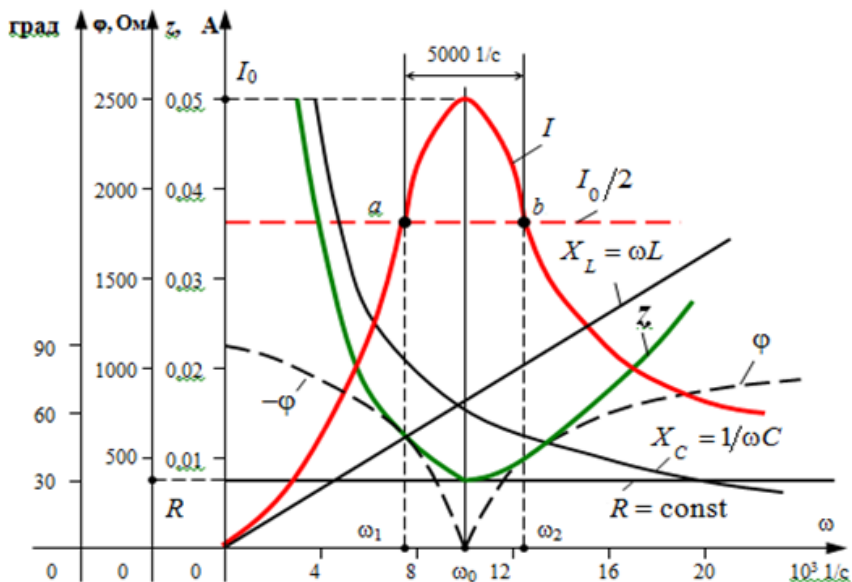

Рис.16. Частотные характеристики цепи с последовательным соединением RLC-элементов
Чем меньше эта полоса, тем больше добротность  $Q$  и тем круче изменяется кривая тока при изменении частоты  $\omega$  от резонансного значения. Для сокращения полосы пропускания цепь с последовательным соединением  $L$  и  $C$  должна иметь как можно меньшее значение  $R$  – формулы (11) и (13). Границы полосы пропускания можно определить экспериментально из графика  $I(\omega)$ , если на нем провести линию, параллельную оси  $\omega$  на уровне  $I/\sqrt{2}$ . Пересечение этой линии с кривой тока определяет значение частот  $\omega_1$  и  $\omega_2$  полосы пропускания (рис. 16).
Частотные характеристики, построенные по данным табл. 5, показаны на рис. 16.
7. Определяем величину добротности Q по графику тока I, представленному на рис. 16. Для этого на уровне  $\frac{I_0}{\sqrt{2}} = 0,707I_0$  проводим горизонтальную линию до пересечения ее с кривой тока I.